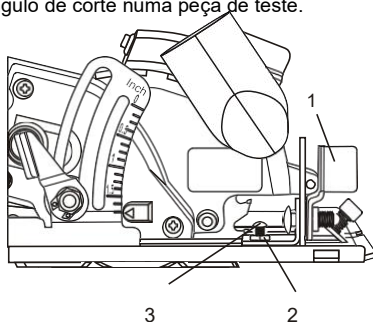

Fig. 4
1. Solte a alavanca de bloqueio da serra (1) e gire a lâmina na direção da marca de 0° o máximo possível e aperte a alavanca de bloqueio do ângulo da serra (Fig. 4).
3. Se o corte de teste não estiver a 90°, gire para zero a porca de bloqueio (2) no sentido anti-horário, aproximadamente ¼ de volta usando uma chave de 7mm.
4. Use uma chave de fendas \oplus # 2 para girar o parafuso de ajuste da lâmina a zero (3) para dentro ou para fora até que a serra corte a 90° quando a lâmina estiver em contato com o parafuso de ajuste.